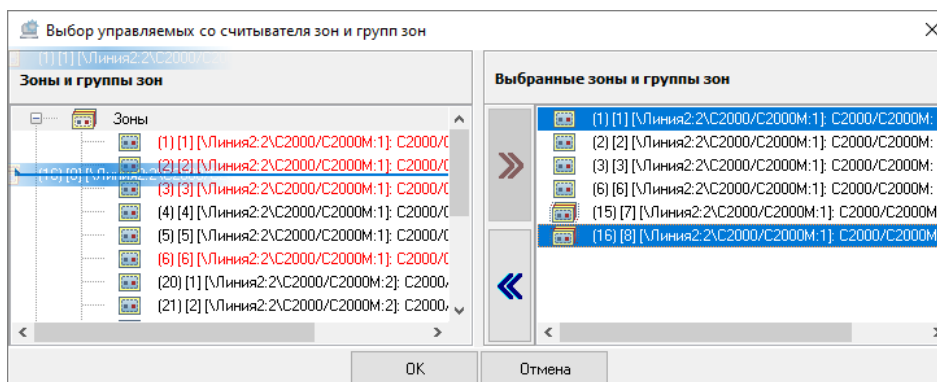

Рисунок 6-414 Отмена привязки к считывателю зон и групп зон перетаскиванием
- выделите одну или несколько зон/групп зон в поле «Выбранные зоны и группы зон» (для выделения сразу нескольких зон/групп зон нажмите на клавиатуре и удерживайте клавишу <Shift> для выбора диапазона или клавишу <Ctrl> для комбинированного выбора) и перетащите выделенные зоны/группы зон в поле «Свободные элементы» (см. Рисунок 6-414).